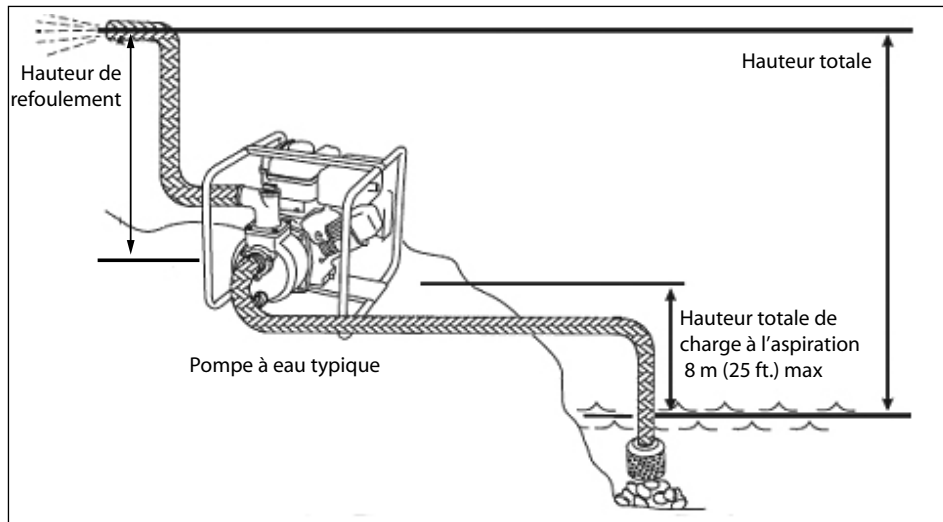

FIGURE 1
- a) **EMPLACEMENT :** En cas d'installation permanente placer la pompe dans un endroit propre, sec et aéré. **La longueur de la conduite d'aspiration doit être réduite au minimum afin de permettre un débit maximum.** Conserver le conduit d'alimentation aussi court que possible permettra à la pompe de fonctionner à sa performance maximale et d'assurer que le carter ne devient pas surchauffé en raison de l'absence de l'eau (Figure 1).